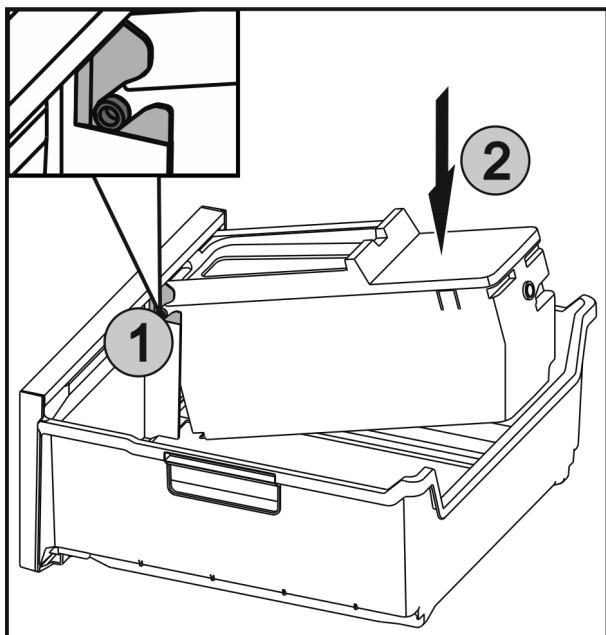

Fig. 30
- ▶ Zasuňte osy Fig. 30 (1) na EasyTwist-Ice do vedení a zatlačte zadní stranu Fig. 30 (2) tak, aby západka zaklapla.